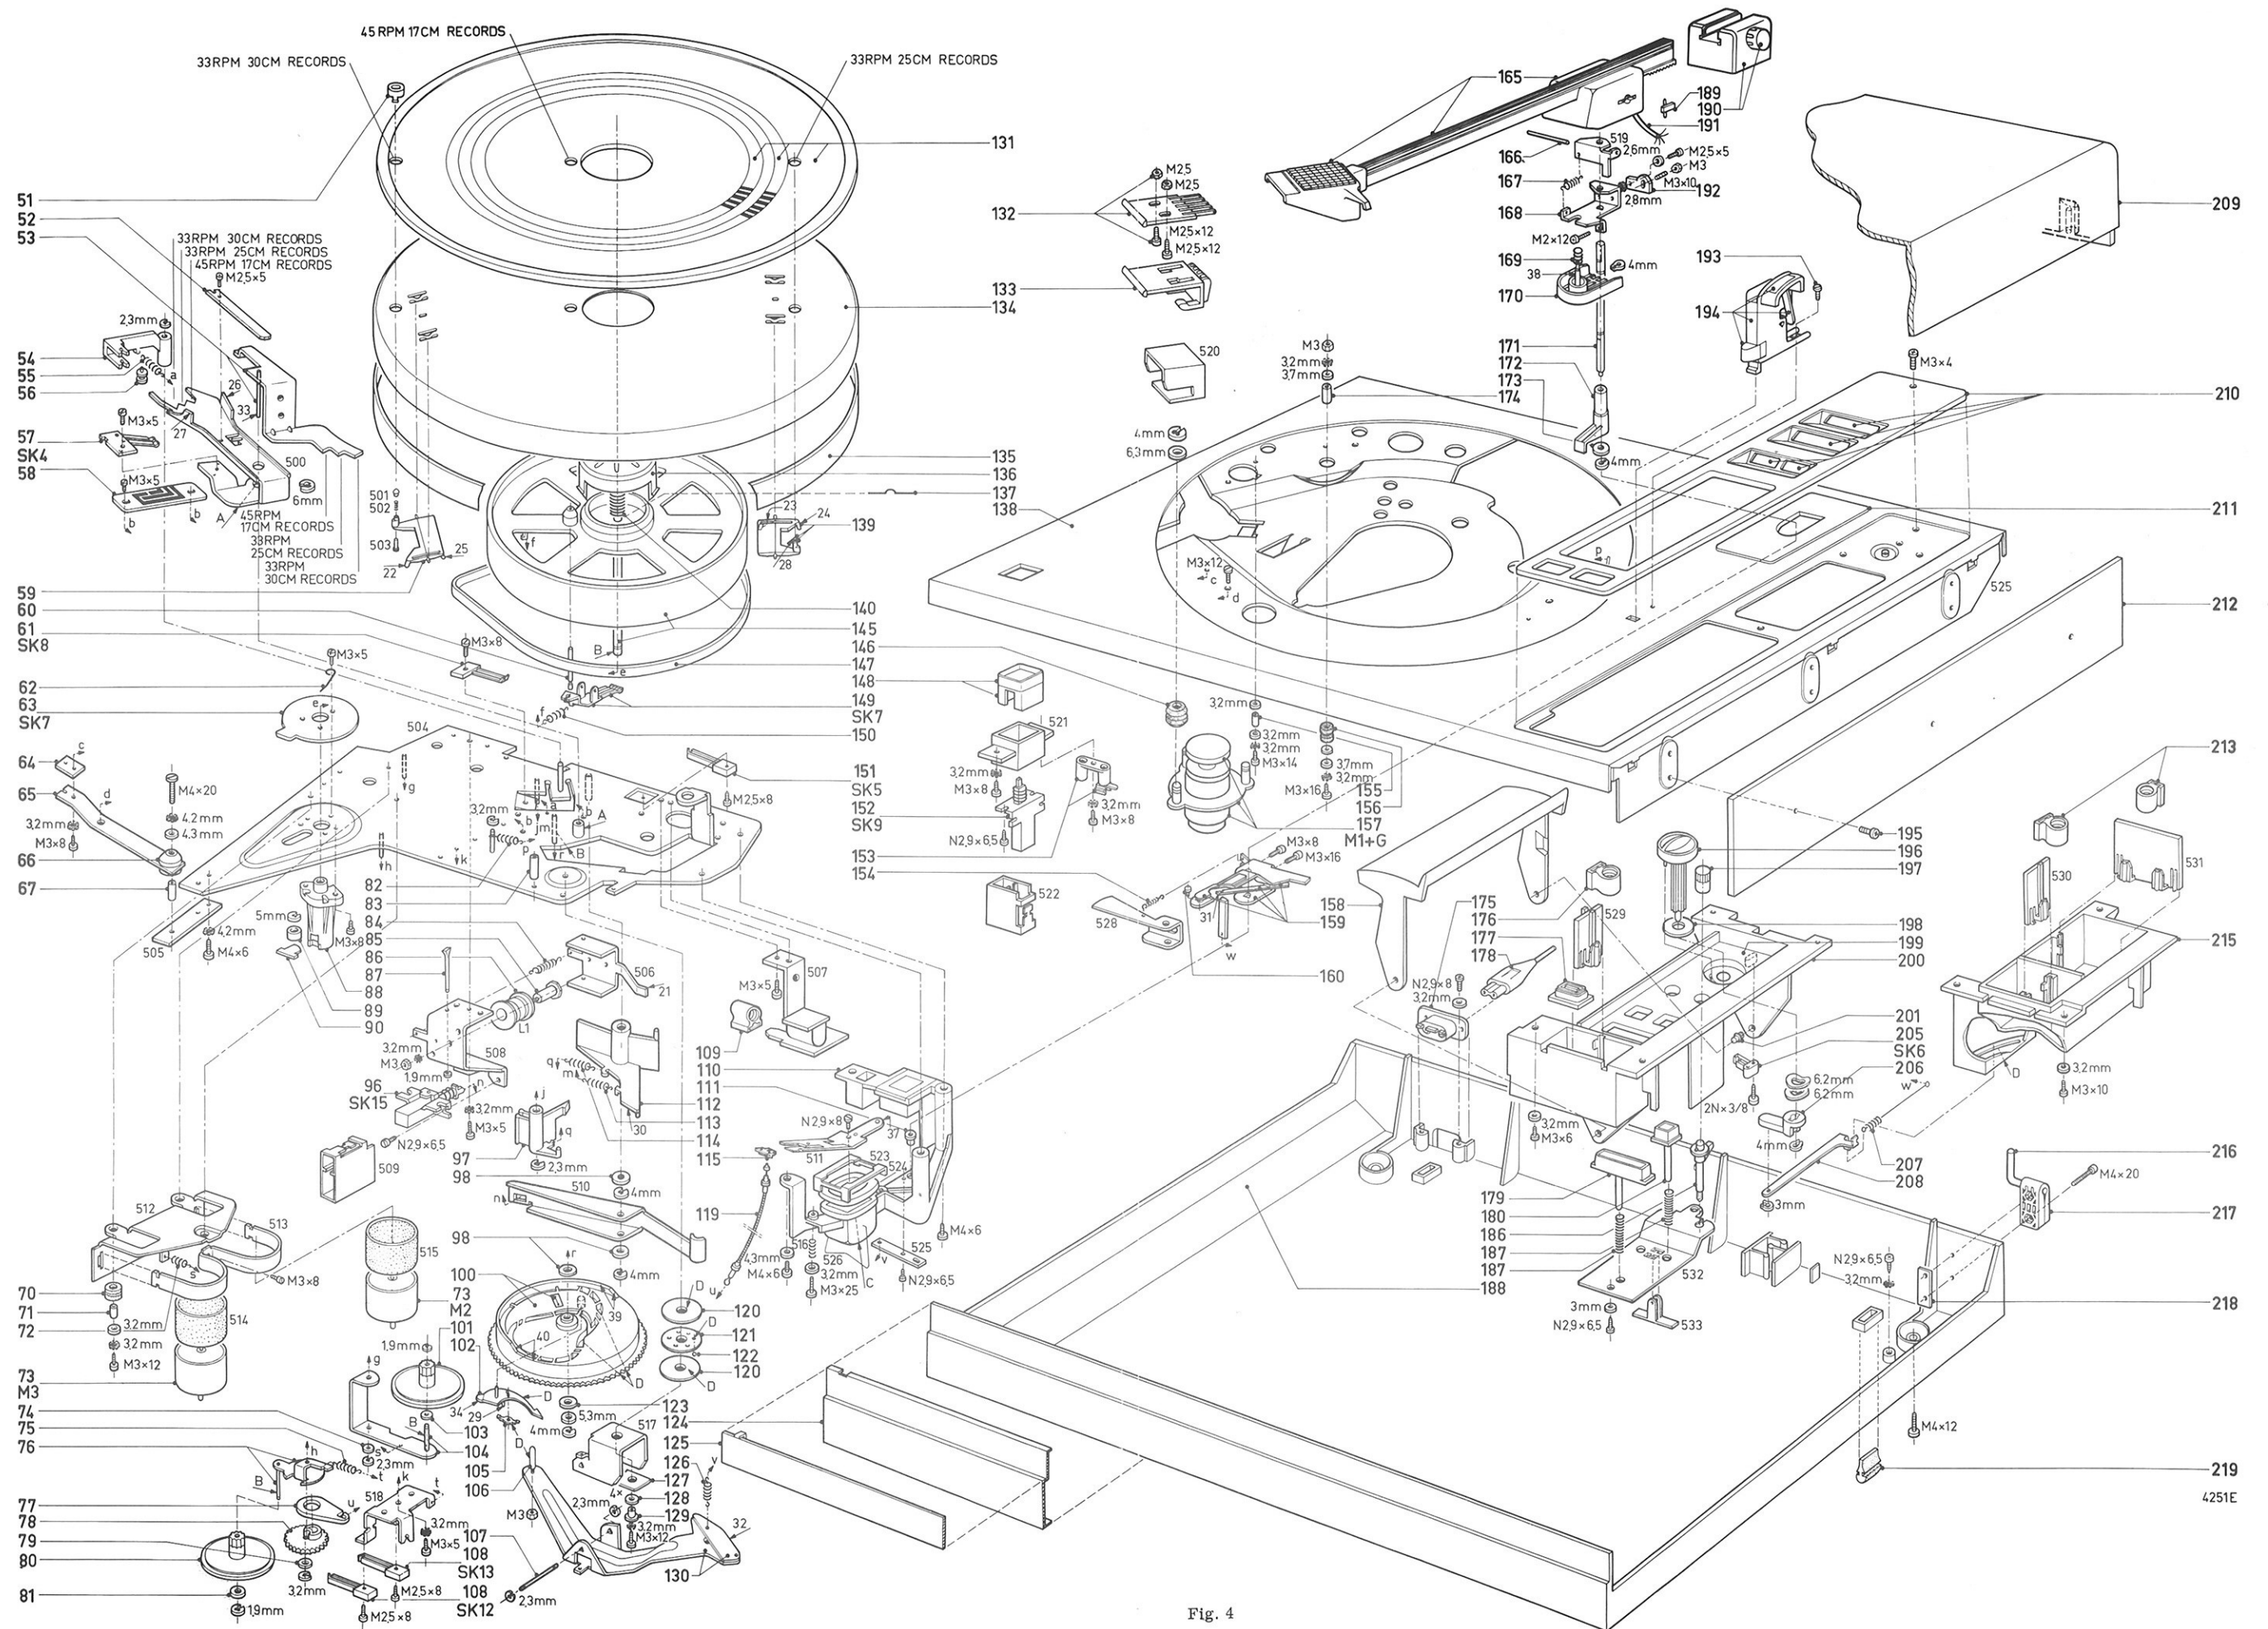

Fig. 4
2. Beugel 510 komt uit inkeping 36 van kommandoschijf 100. Deze beugel 510 bediend SK15 (96), zodat deze gesloten wordt (fig. 1, 2 en 4). Wordt tijdens de opzetcyclus de netschakelaar SK9 (152) uitgedrukt, dan zorgt parallelschakelaar SK15 (96) ervoor, dat de opzetcyclus wordt afgemaakt. Kommandobeugel 130 met friktieplaat 32 wordt geheven (fig. 4).
3. Stuurplaat 102 wordt omgeklapt door zijde 30 van beugel 112 (fig. 1, 2 en 4). Friktieplaat 32 van kommandobeugel 130 komt tegen bladveer 31 van sam beugel 159 (fig. 4). P.U. arm 165 wordt geheven, wat veroorzaakt wordt door een verhoging van de baan in de kommandoschijf.
7. Pen 160 in sam beugel 159 komt tegen aanslagbeugel 53 voor 30 cm platen (fig. 4)
8. Pen 160 in sam beugel 159 komt tegen aanslagbeugel 53 voor 25 cm platen (fig. 4)
9. Pen 160 in sam beugel 159 komt tegen aanslagbeugel 53 voor 17 cm platen (fig. 4)
2. Beugel 510 komt uit inkeping 36 van de kommandoschijf 100. Deze beugel 510 bediend SK15 (96), zodat deze gesloten wordt (fig. 2). Voor doel SK15 (96) zie punt 2 van start opzetcyclus. Kommandobeugel 130 met friktieplaat 32 wordt geheven (fig. 4).
3. Frikteplaat 32 van kommandobeugel 130 komt tegen bladveer 31 van sam beugel 159 (fig. 4) P.U. arm 165 wordt geheven, welke veroorzaakt wordt door een verhoging van de baan in de kommandoschijf 100.
4. P.U. arm 165 in hoogste stand. P.U. arm 165 wordt via bladveer 31 van sam beugel 159 door friktieplaat 32 van kommandobeugel 130 naar buiten bewogen (richting P.U. arm steun 194) (fig. 4)